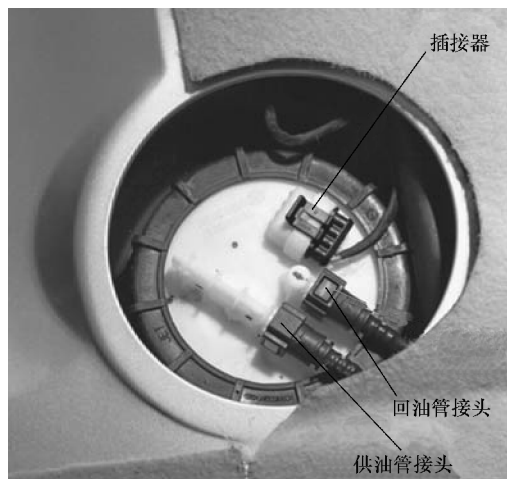

图 18-8 脱开插接器和油管接头
4) 脱开插接器；按住绿色卡扣按钮，脱开供油管接头；按住白色卡扣按钮，脱开回油管路接头，如图 18-8 所示。